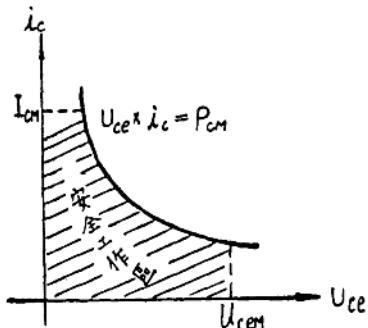

图 1.26 安全工作区图示
6. 最大集电极功率损耗 P_{CM} : 集电结反向电阻很大, 集电极电流通过时就会损耗一部分功率, 产生热量使集电结温度升高, I_{CBO} 也随之增加, 损耗功率太大时, 可能使管子损坏, 因此使用时三极管的 $U_{C\cdot} \times i_c = P_{CM}$, 我们把 $U_{C\cdot} \times i_c = P_{CM}$ 的各点连成一条曲线(有的手册上绘出这条线), 如图 1.26 所示。在曲线右上方工作时, $U_{C\cdot} \times i_c > P_{CM}$, 工作不安全, 在曲线左下方工作时 $U_{C\cdot} \times i_c < P_{CM}$, 同时, 还要保证 $i_c < I_{CM}$, $U_{C\cdot} < U_{C\cdot M}$, 才是安全的(图 1.26 阴影部分)。